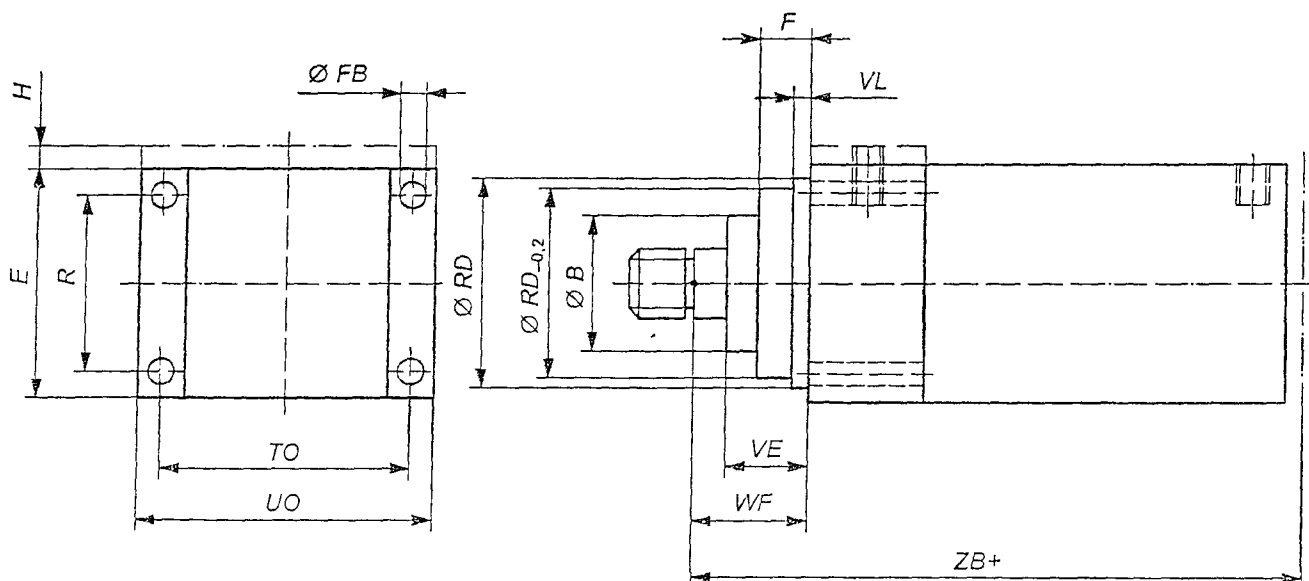

Рисунок 2 — ME5 кріплення на передній прямокутній кришці
- ME 5: на передній прямокутній кришці (див. рисунок 2 і таблицю 2);